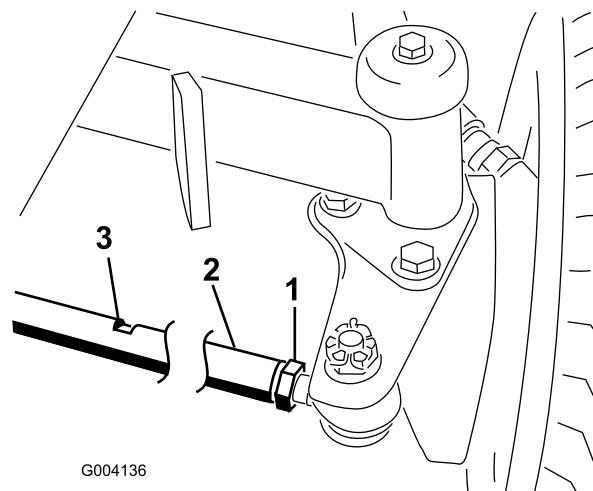

Figura 71
2. Afloje las contratuercas de ambos extremos del tirante (Figura 71).